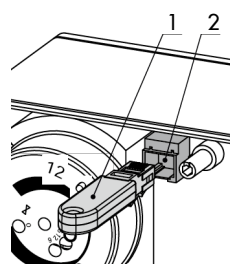

Fig. 27 : Connexion servomoteur-module mémoire
Le module mémoire est connecté au servomoteur comme illustré sur la Fig. 27. La procédure à suivre pour transmettre des données est décrite dans la notice d'utilisation du logiciel TROVIS-VIEW
1. Raccorder le module mémoire à la liaison série du servomoteur (voir Fig. 27). La LED jaune sur le servomoteur signale la préparation à l'enregistrement de données (voir chap. 8.4. Lorsque le clignotement de la LED jaune change, cela signifie que les données ont été enregistrées sur le module mémoire.